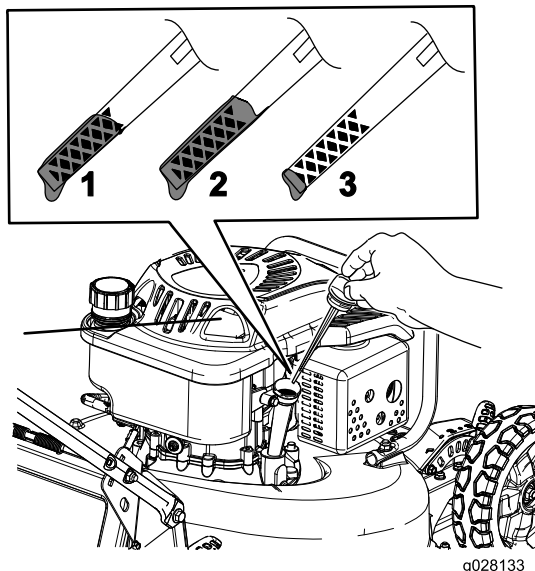

Figure 7
2. Retirez la jauge (Figure 7) et versez de l'huile dans le tube de remplissage pour remplir le carter moteur aux 3/4.
5. Sortez de nouveau la jauge et vérifiez le niveau d'huile (Figure 7).